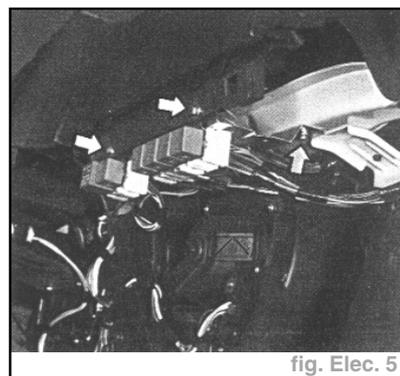

fig. Elec. 5
- Dévisser les 3 boulons indiqués par les flèches et enlever l'étrier complet avec ses composants (fig. Elec. 5).